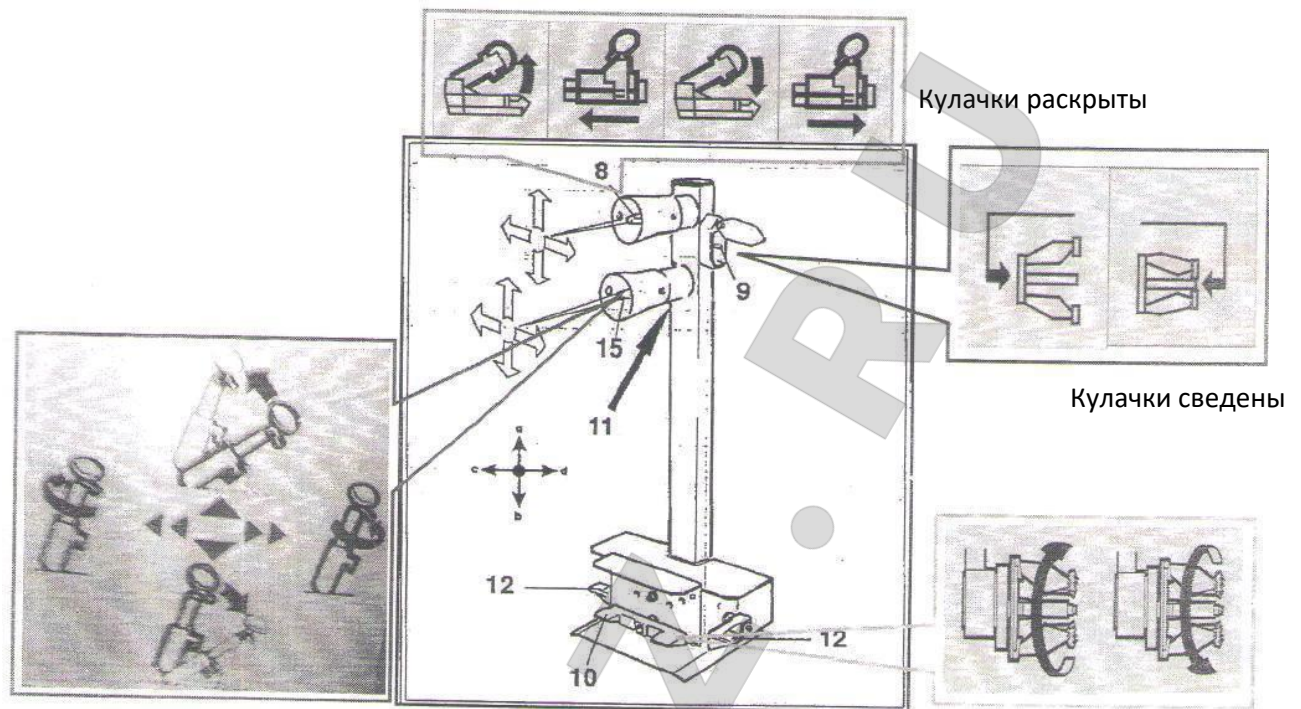
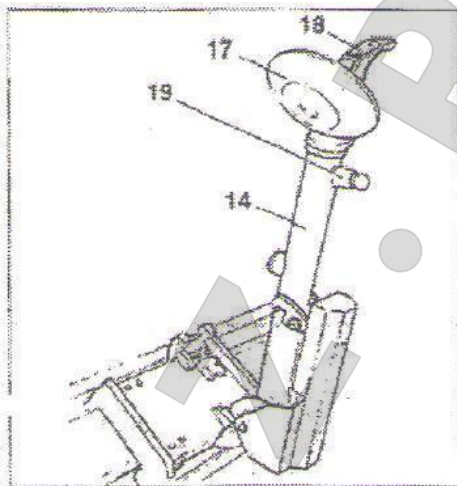
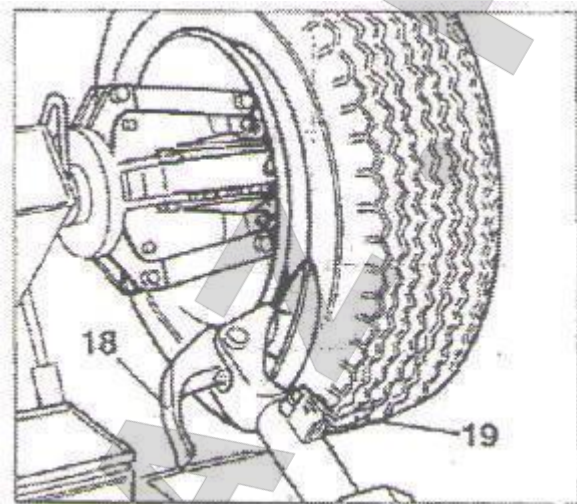

Рис. 6.2
Рис. 6.3
Рис. 7.4
Подвижный пульт управления (рис. 6.2) позволяет оператору работать в любом положении относительно станка. Пульт оснащен следующими органами управления:
1. **Верхний рычаг управления (8, рис. 6.2)** в **положении а** поднимает держатель кулачкового зажима и в **положении б** опускает его. В **положении с** перемещает кулачковый зажим вправо и монтажную лапу влево (они оказываются рядом друг с другом), в **положении д** смещает кулачковый зажим влево и монтажную лапу вправо (теперь они расположены далеко друг от друга).
2. **Нижний рычаг управления (15, рис. 6.2)** в **положении а** перемещает монтажную лапу в нерабочее положение, в **положении б** перемещает лапу в рабочее положение. При перемещении в **положение с** поворачивает монтажную головку на 180 град. против часовой стрелки, при перемещении в **положение д** поворачивает монтажную головку в противоположную сторону и возвращает ее в исходное положение.
3. **Переключатель зажима (9, рис. 6.2)** в верхнем положении разводит рычаги самоцентрирующегося кулачкового зажима (ФИКСАЦИЯ), в нижнем положении сводит рычаги самоцентрирующегося кулачкового зажима (НЕЗАФИКСИРОВАНО).
4. **Педаля (10, рис. 6.2)** при нажатии с левой или правой стороны включает вращение зажима в направлении, указанном стрелкой на педали.
5. **Выключатель второй скорости (11, рис. 6.2)** при нажатии с педалью (10, рис. 6.2) включает высокую скорость вращения кулачкового зажима.
6. **Педаль включения второй скорости вращения (12, рис. 6.2)** перемещают кулачковый зажим и монтажную лапу, каретку на высокой скорости.
- 1) Переместить нижний рычаг управления (15, рис. 6.2) вверх (а), монтажная лапа (14, рис. 6.3) должна повернуться в нерабочее положение.
- 2) Монтажная лапа займет нерабочее положение, при перемещении верхнего рычага управления (8, рис. 6.2) вверх (а) держатель кулачкового зажима (2, рис. 3.1) должен подняться, при перемещении рычага управления вниз (b) держатель кулачкового зажима должен опуститься.
При перемещении верхнего рычага управления влево (с) держатель кулачкового зажима (2, рис. 3.1) перемещается вправо, а монтажная лапа (14, рис. 6.3) влево. Оба приспособления располагаются рядом друг с другом.
Повторить указанные операции (с и d), одновременно нажимая на одну из двух педалей (12, рис. 6.2). Вышеуказанные движения будут происходить на высокой скорости.
- 3) Повернуть рычаг переключателя (9, рис. 6.2) вверх: рычаги зажима (3, рис. 3.1) должны раскрыться. Повернуть рычаг вниз, рычаги зажима сводятся.
Повторить указанные операции, одновременно нажимая на одну из двух педалей (12, рис. 6.2). Вышеуказанные движения будут происходить на высокой скорости.
- 4) Нажать правую педаль (10, рис. 6.2): зажим (3, рис. 3.1) начнет вращаться по часовой стрелке, при нажатии левой педали зажим вращается против часовой стрелки. Нажать на выключатель второй скорости (11, рис. 6.2) вниз и повторить указанные выше операции: зажим будет вращаться с повышенной скоростью.
- переместить переключатель зажима (9, рис. 6.2) в верхнее положение, чтобы развести рычаги кулачкового зажима;
- 5) Свести кулачки (22, рис. 3.1), сдвинуть колесо на подвижной опоре в направлении самоцентрирующегося кулачкового зажима. Привести в действие выключатель (9, рис. 6.2), чтобы раскрыть кулачковый зажим и зафиксировать обод колеса изнутри. Далее на рисунках приведены наиболее распространенные методы крепления колес.
- 7) Используя нижний рычаг управления (15, рис. 6.2), сложить держатель в нерабочее положение, переместить и зафиксировать его в этом положении (рис. 7.4).
ПРИМЕЧАНИЕ. В процессе отрыва борта шины монтажную головку (18, рис. 7.4) можно вывести из рабочей зоны.